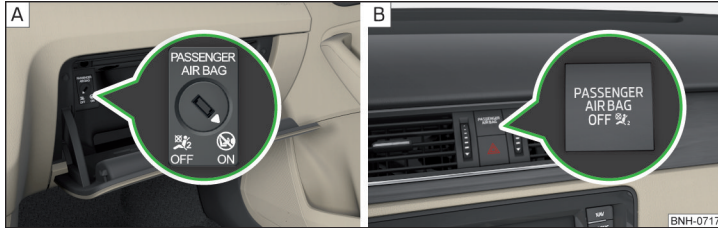

Abb. 23 Schlüsselschalter für Beifahrer-Frontairbag / Kontrollleuchte für Beifahrer-Frontairbag
Der Beifahrer-Frontairbag kann mit dem Schlüsselschalter abgeschaltet werden » Abb. 23 auf Seite 28 - [\[A\]](#).
Stellungen des Schlüsselschalters » Abb. 23 - A
**OFF** Der Beifahrer-Frontairbag ist abgeschaltet - nach dem Einschalten der Zündung leuchtet1) die Kontrollleuchte **OFF**  » Abb. 23 - B